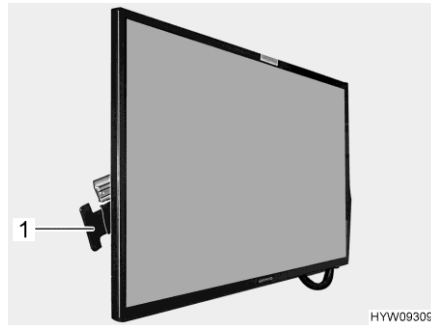

Bild 96 Flachbildschirm
- Griff (Bild 96,1) in Richtung Flachbildschirm drücken und gedrückt halten. Der Flachbildschirm ist entriegelt.